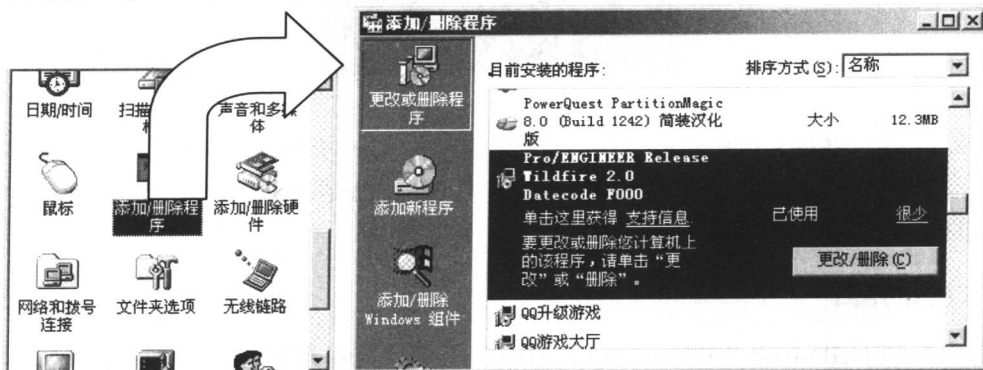

图 1.11 打开“添加/删除程序”对话框
(1) 选择“开始”→“设置”→“控制面板”, 在控制面板中双击“添加/删除程序”图标, 然后在弹出的“添加/删除程序”对话框中选择“Pro/ENGINEER Wildfire 2.0”并单击“更改/删除”按钮, 如图 1.11 所示。